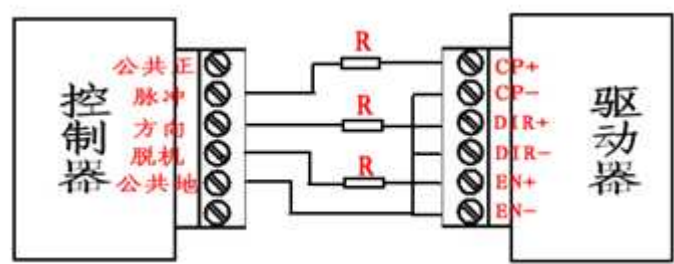

图 2
4.1.2、共阴极接法：分别将 CP-，DIR-，EN-连接到控制系统的地端；脉冲输入信号通过 CP+接入，方向信号通过 DIR+接入，使能信号通过 EN+接入。若需限流电阻，限流电阻 R 的接法取值与共阳极接法相同。如图 2：